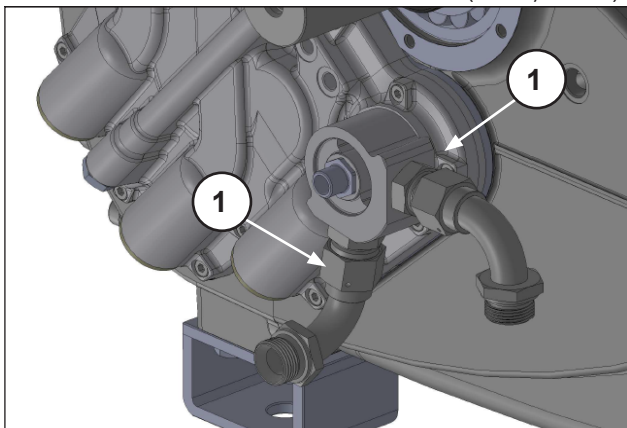

Abb. 18
Schrauben Sie die beiden Anschlussbögen an den Wärmetauscherrohren ab und entfernen Sie diese (Pos. ①, Abb. 18).